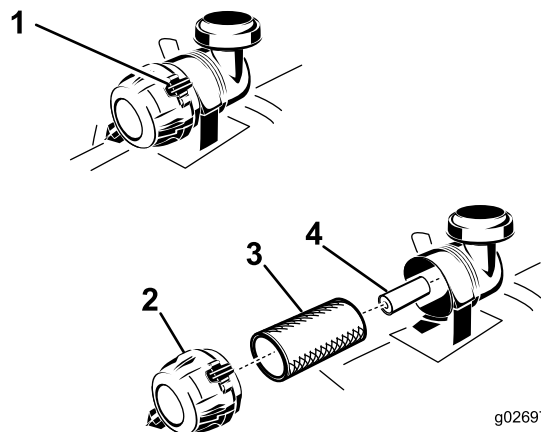

Figura 37
4. Abra los enganches del limpiador de aire y tire de la tapa de la entrada de aire para separarla del cuerpo del limpiador de aire (Figura 37).
6. Extraiga con cuidado el filtro primario de la carcasa del limpiador de aire (Figura 37).
2. Si va a cambiar el filtro interno, deslícelo cuidadosamente en el cuerpo del filtro (Figura 37).
3. Deslice cuidadosamente el filtro primario por encima del filtro de seguridad (Figura 37).
4. Instale la tapa del limpiador de aire con el respiradero hacia abajo, y gírela hasta que los enganches la bloqueen en su sitio (Figura 37).